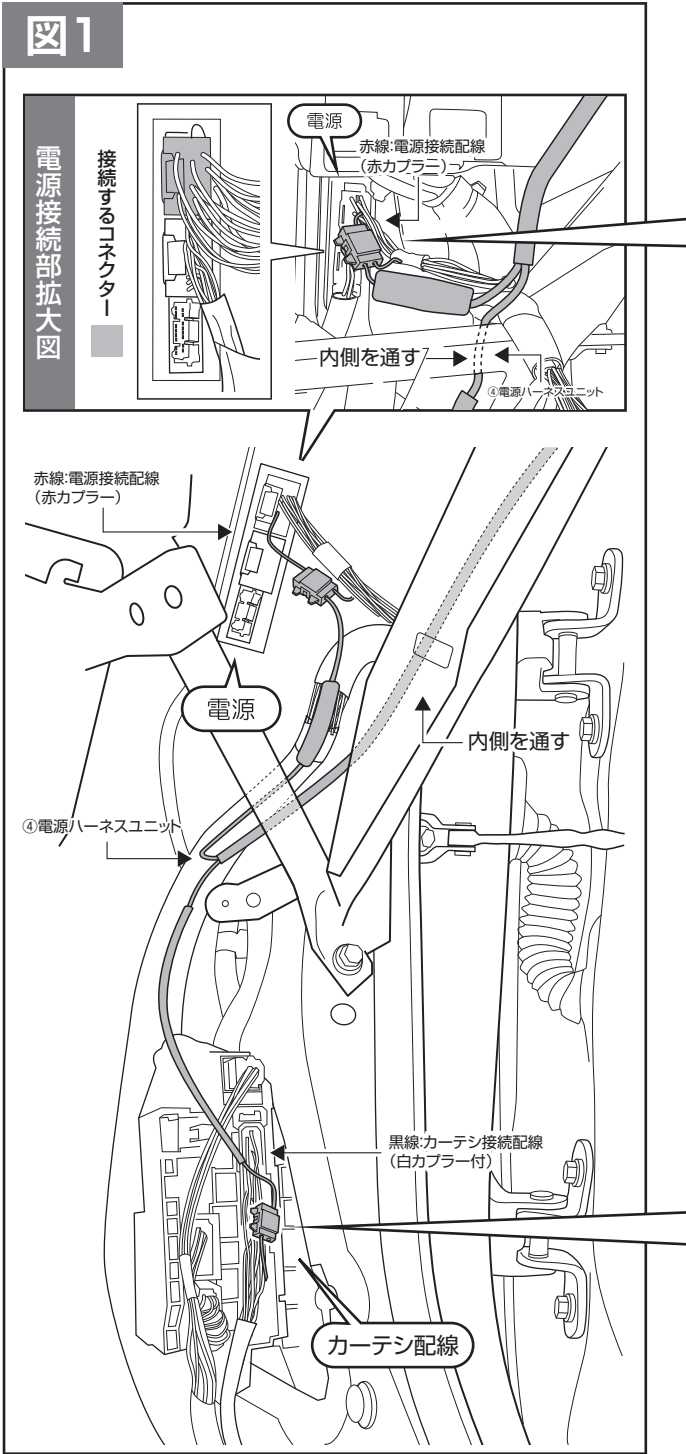

図2
3. 図2を参照し、【赤線:電源接続配線】を⑨エレクトロタップ(赤)を使用し、車両側ハーネスに接続します。